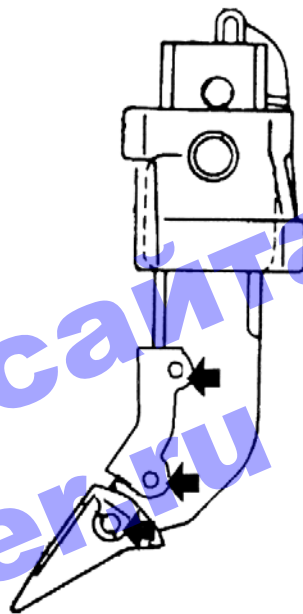

Рис. 7-10.
7.8 Замена наконечника хвостовика и протектора (Рис. 7-10)